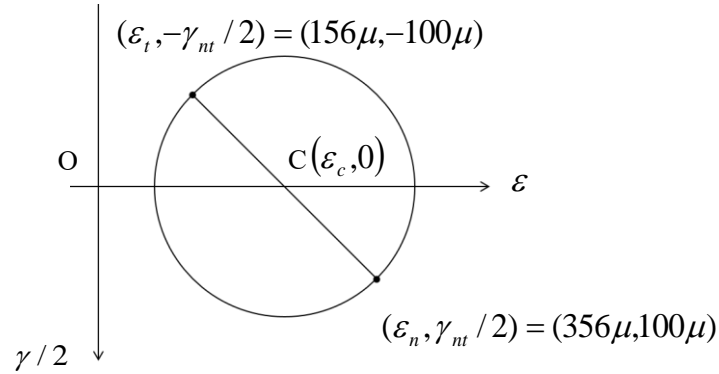

Fig.2 モールのひずみ円.
(1)より $(\varepsilon_n, \gamma_{nt}/2) = (356\mu, 100\mu)$ ， $(\varepsilon_t, -\gamma_{nt}/2) = (156\mu, -100\mu)$ をプロットしてモールのひずみ円を描くと図 2 のようになる.